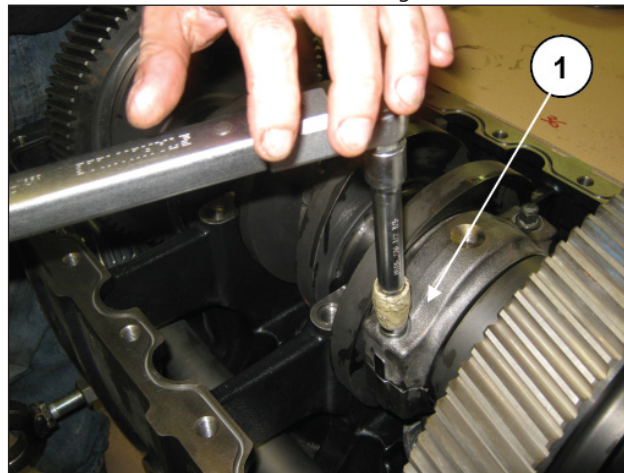

Abb. 28
Lösen Sie die Schrauben der Pleuelstange (Pos. ①, Abb. 28).